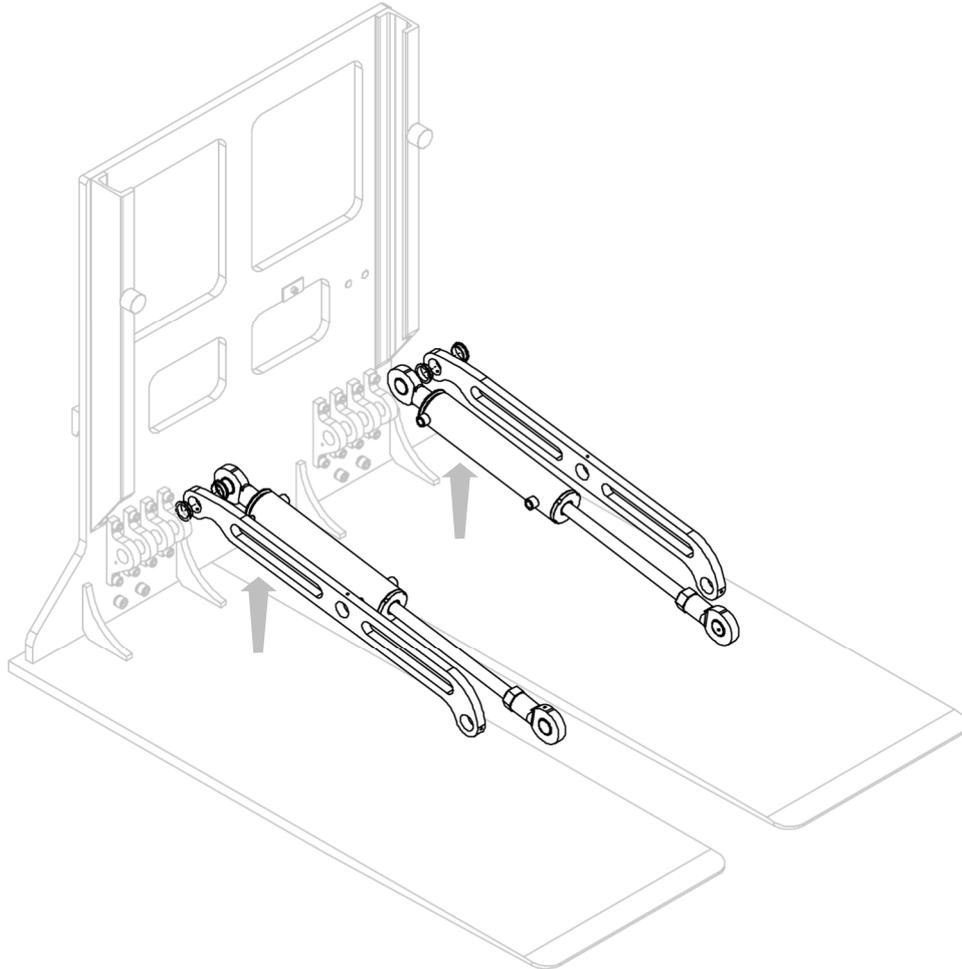

Figure 27
4. Retirer les cylindres et les deux bras restants (voir *Figure 27*).